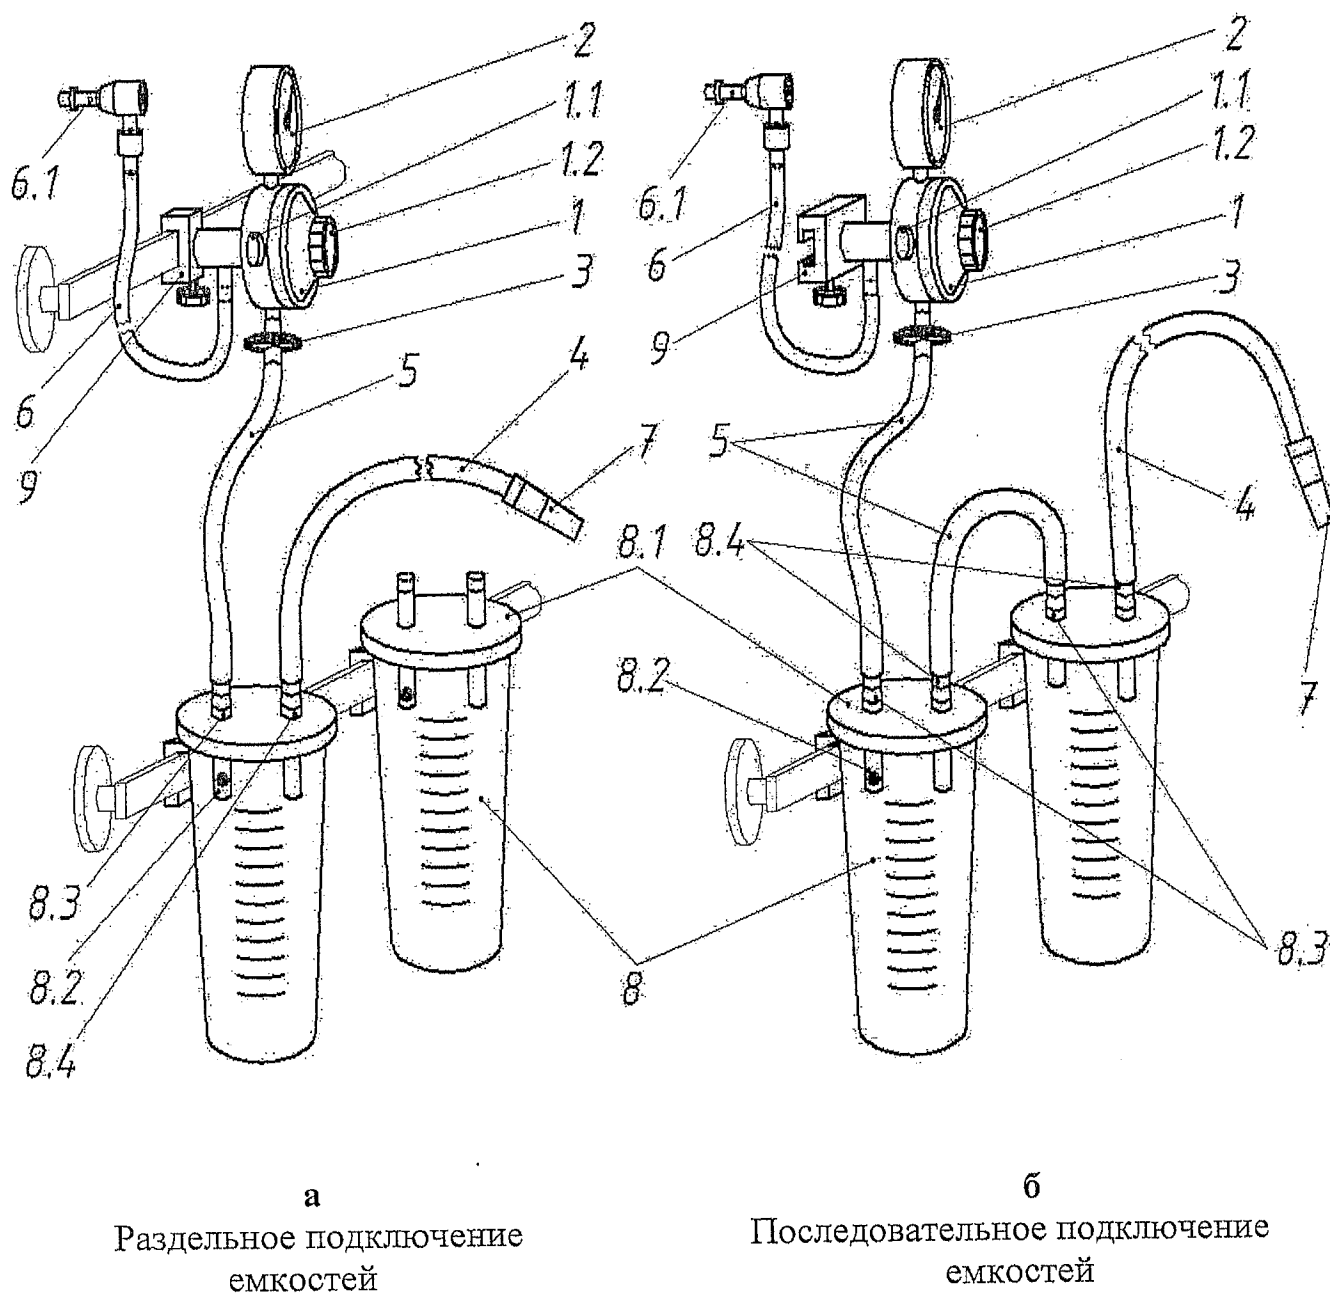

Рисунок 2 - Общий вид аспиратора хирургического АХ 2 и варианты подключения емкостей для сбора секретов.
2.5.3.2 Состав аспиратора АХ 2 – см. рисунок 2.